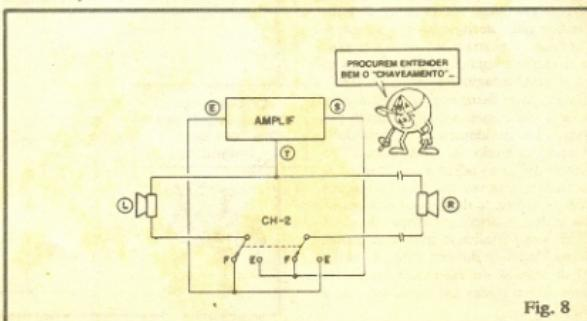

Fig. 8
FIG. 8 - Todo o "truque" de funcionamento e simplificação do circuito do INTERCOMUNICADOR reside na "economia" obtida graças a um chameamento simples! Normalmente, para que pudéssemos falar de "lá pra cá" e "daqui pra lá", seriam necessários **dois** sistemas completos, idênticos ao mostrado na fig. 7-B, porém, graças a providencial habilidade que os alto-falantes têm de "virar" microfone, fun-
cionando literalmente "ao contrário" na sua conversão energética, podemos utilizar um único sistema de amplificação e também um único transdutor (em cada estação)! A chave comutadora CH-2 faz todo o trabalho, conforme ilustra claramente o diagrama da fig. 8... Com a chave na posição "F" (LOCAL "fala" para REMOTO), conforme está na figura, o falante "L" encontra-se ligado à entrada (E) do amplificador, enquanto que o falante "R" está ligado à saída (S) do dito amplificador. Já com a chave na posição "E" (REMOTO "fala" para LOCAL), contrária a originalmente mostrada na figura, o falante "R" (REMOTO) passa a estar ligado à entrada (E) do amplificador, enquanto que o falante "L" (LOCAL) fica ligado à saída (S) do amplificador! Como uma das ligações dos dois alto-falantes é "comum" (ponto de "terra" - "T" - ligado ao **negativo** da alimentação...), economizamos também na própria cabagem entre as estações, reduzindo-a a apenas dois fios do cabo "paralelo" indicado! Notar ainda que, para efeitos puramente elétricos, não faz diferença que o falante REMOTO ("R") esteja "lá longe", afastado por duas dezenas de metros de fio (é lógico que isso "embute" capacâncias e resistências "invisíveis"), geradas pelo próprio cabo longo paralelo, porém tais "Gremlins" são dominados, no circuito do INTERCOMUNICADOR, que pode "desprezá-los" até certo ponto...).